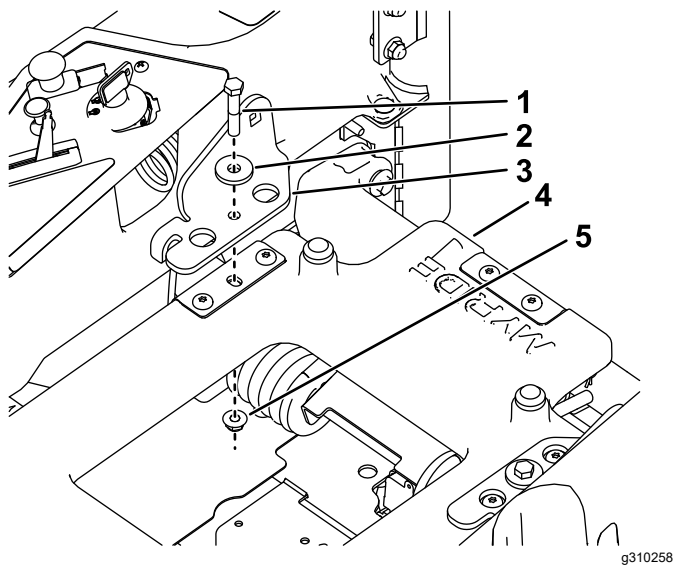

図 7
- シートベルトブラケットをシートプラットフォームに取り付ける部分ねじボルト $\frac{3}{8}$ x 2" 2本、小さいワッシャ 2枚、ロックナット $\frac{3}{8}$ " 2個を使用して図 7 のように取り付ける。